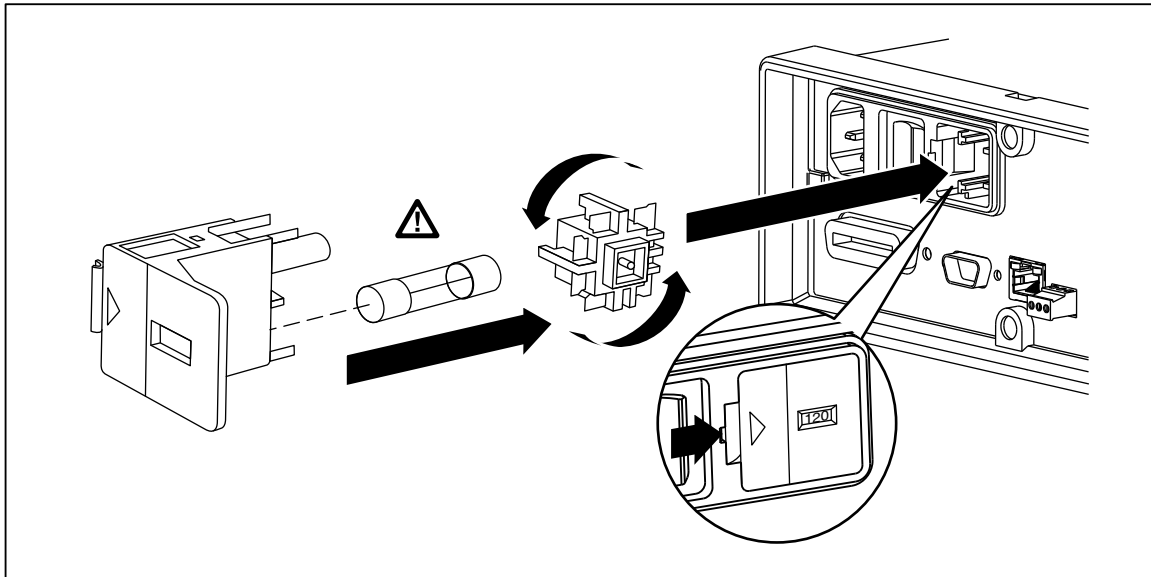

図 2-1. 電源ヒューズの交換
2. 図 2-1のようにドライバーをヒューズ・ホルダーの左のくぼみに差込み、右に押しつけてホルダーを取り外してください。
2. 図 2-1のようにドライバーをヒューズ・ホルダーの左のくぼみに差込み、右に押しつけてホルダーを取り外してください。本器は、ヒューズ・ブロックに入っているものと同じレートの前備のヒューズと一緒に出荷されています。